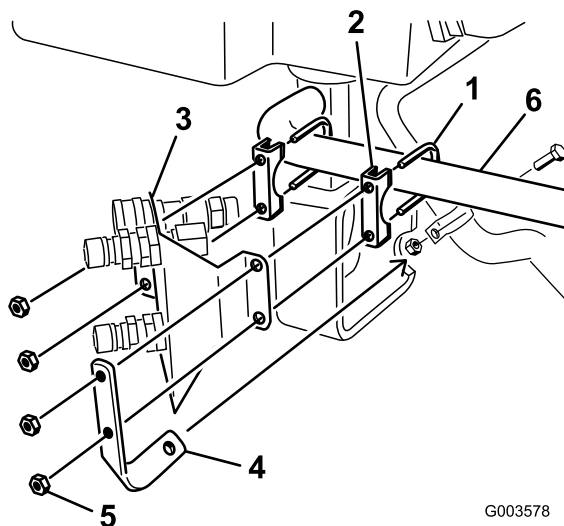

Figura 9
2. Instale o suporte de fixação do tubo e o suporte de engate nos grampos do escape. Não aperte as porcas nesta altura. O suporte de engate tem de estar solto para instalar os tubos hidráulicos (Figura 9).